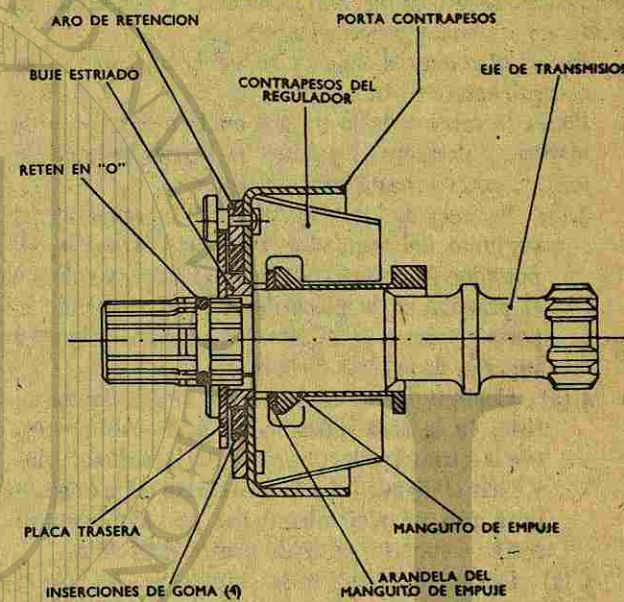

Fig. 36 Transmisión de amortiguación en una bomba básica
2. Quite cuidadosamente el eje de transmisión y el conjunto de contrapesos del regulador unido a él Fig. 36.